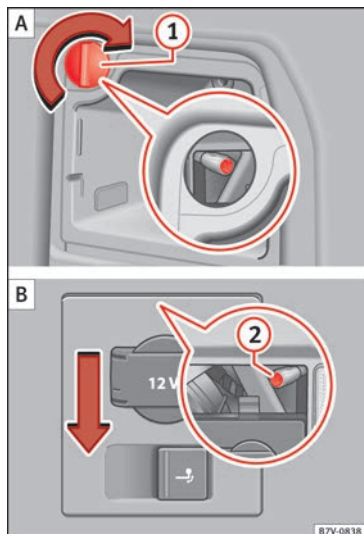

Fig. 113 En el lateral del maletero: desmontar las luces posteriores izquierda y derecha. ① retirar el capuchón; ② tornillo de fijación.
3.	Gire el capuchón ① 90° en el sentido de la flecha y retírelo.
4.	Desenrosque el tornillo de fijación » fig. 113 ② con el destornillador de las herramientas de a bordo » pág. 86. El tornillo queda asegurado en su posición.